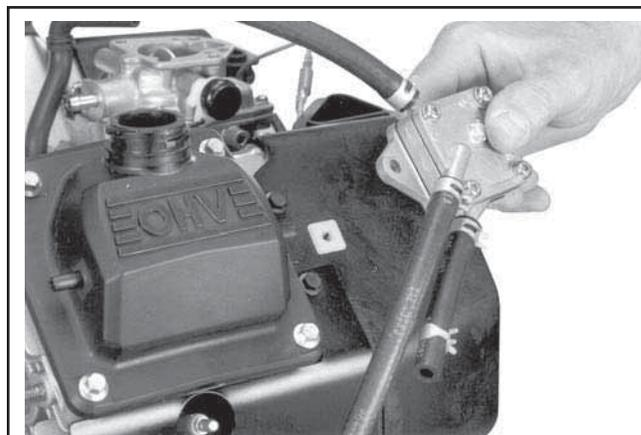

Figure 9-19. Enlever la pompe d'alimentation et les tuyaux.
4. Noter ou marquer l'orientation de la pompe d'alimentation, enlever ensuite la pompe avec les tuyaux connectés comme il est montré à la Figure 9-19.